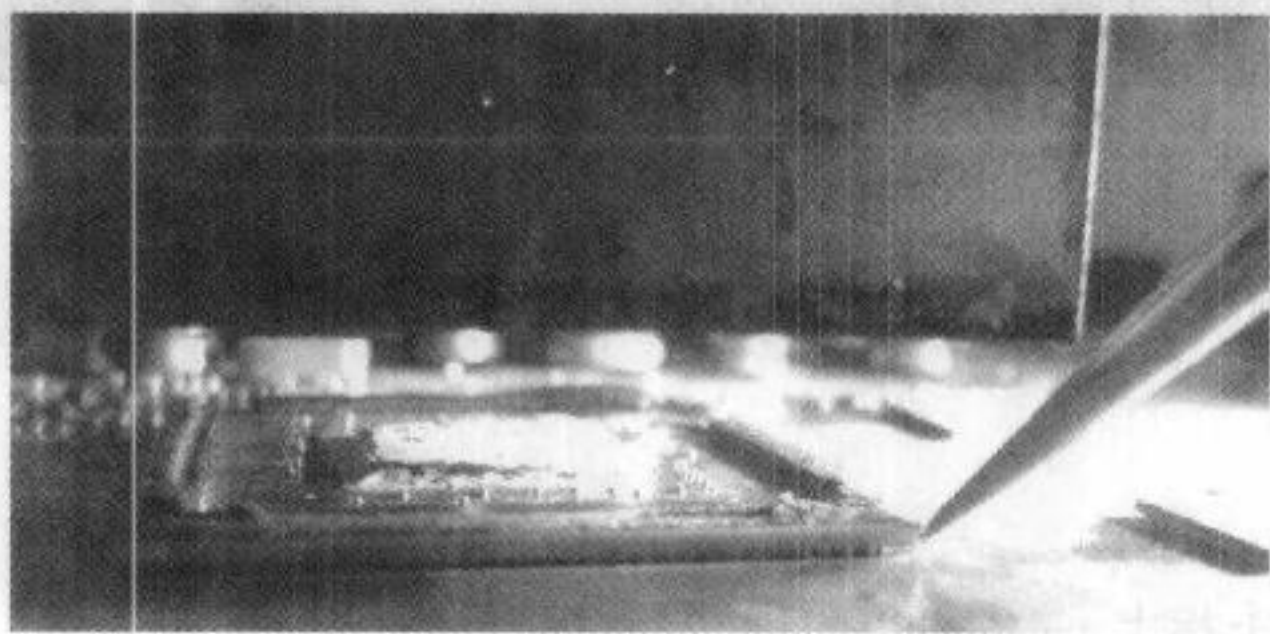

图 4-32 轻推 GPU
(6) 常用的焊锡分有铅和无铅, 熔点分别是 183°C 和 217°C 。机器温度运行到熔点时, 使用镊子轻推 GPU (见图 4-32)。若能推动, 15s 后即可停止加热并冷却, 注意推力度不要太大, 否则移位就只能植株了。若不能推动, 需要继续加热, 直到能推动再恒温 15s 即可。无铅显卡建议使用三温区折焊机。若使用两温区折焊机加焊无铅产品, 需要使用底部加热法, 而且温度不是很好控制, 需要多积累经验才行。